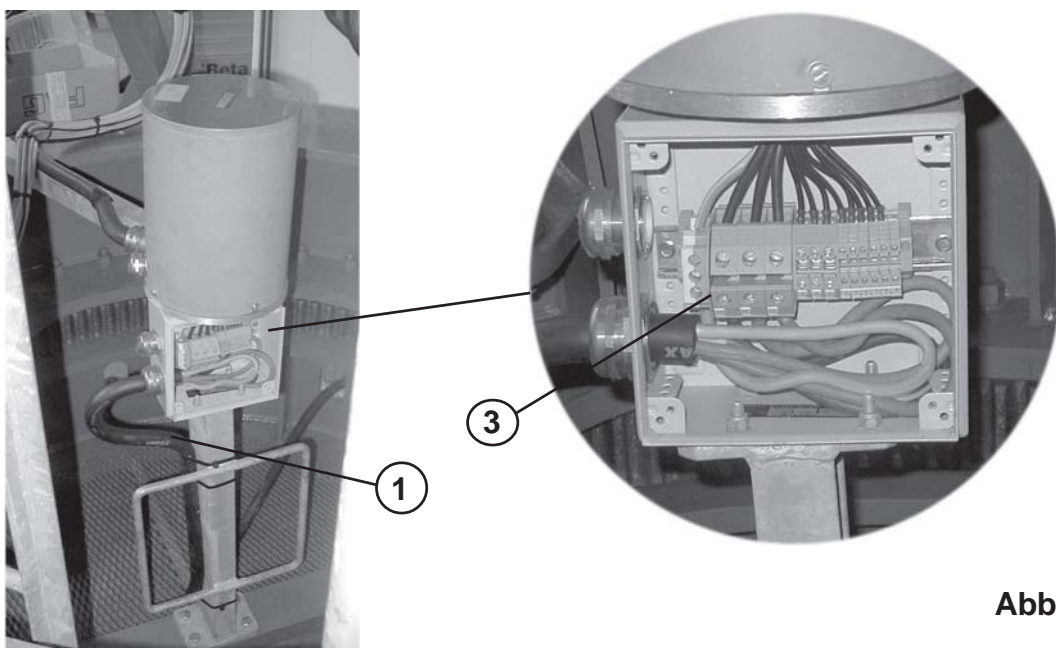

Abb. 2.1.2
Das Basiskabel (1) an die Klemmen L1, L2 und L3 sowie an die Erdungsklemme (gelb/grün) (3) im Verteilerkasten anschließen (Abb. 2.1.2).